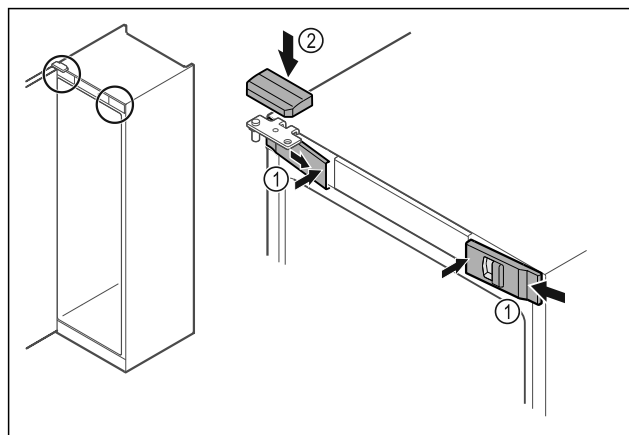

Fig. 50
- Haka fast skydden fram Fig. 50 (1) på sidan och sätt på dem på insidan.
- Sätt på det övre skyddet Fig. 50 (2) uppifrån.